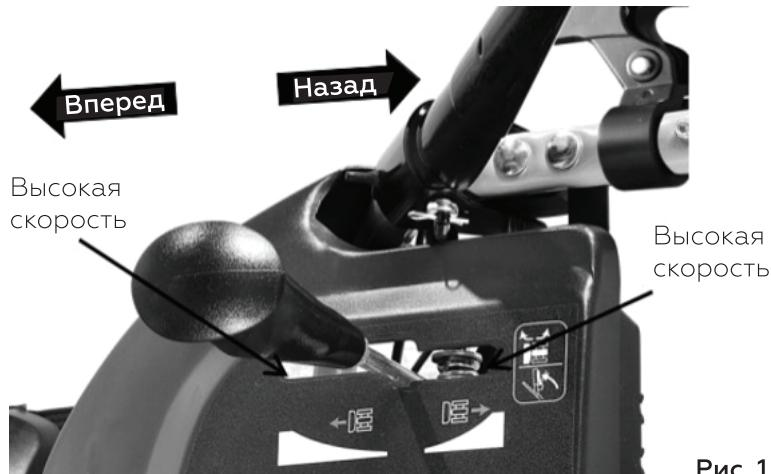

Рис. 1
- 1) Снимите крышку батарейного отсека (рис.1 А), выкрутив баращковые гайки (рис.2 С).
- 3) Установите крышку батарейного отсека на место и плотно зафиксируйте ее кронштейном (рис. 1 В).